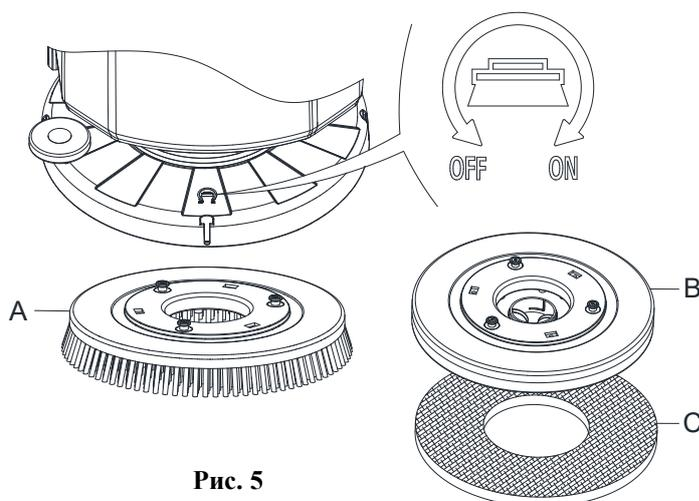

Рис. 5
Установите щетку (А, Рис. 5) или подкладку (В и С, Рис. 5) в соответствии с типом пола для уборки.
3. Разместите щетки (А, Рис. 5) или штатив подкладки (В, Рис. 5) под настилом (12, Рис. 1).